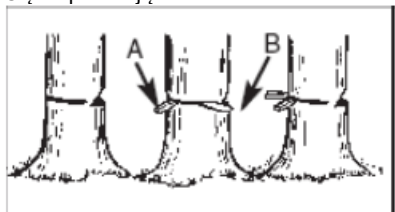

Fig 10c
Użyj drewnianych lub plastikowych klinów (A), aby uniknąć zaczepienia ostrza lub łańcucha (B) o cięcie. Pióra pełnią również rolę kontrolującą upadek (rys. 10c).